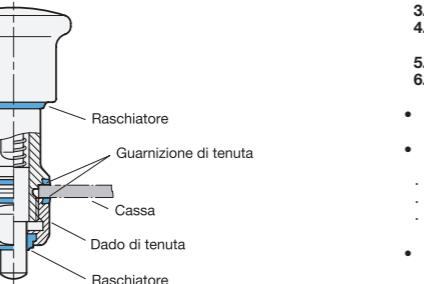

Figura 1
- È necessario assicurarsi che il perno di arresto venga utilizzato solo in combinazione con l'anello di tenuta fornito in dotazione. La guarnizione ha forma conica. È pertanto necessario fare attenzione alla corretta posizione di montaggio (Figura 1).
- Per consentire una corretta tenuta prestare attenzione alla lunghezza di serraggio (Figura 1).
- Rispettando la posizione di montaggio indicata in figura 1 è possibile garantire un drenaggio autonomo dei liquidi.